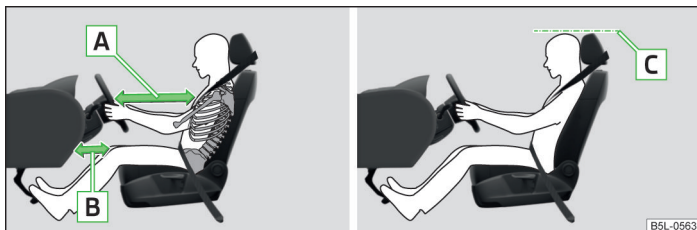

Fig. 135 Posición de asiento correcta del conductor / ajuste correcto del reposacabezas
- Ajuste el volante de tal modo que la distancia entre el volante y el esternón sea, como mínimo, de 25 cm - -A» fig. 135 y entre las piernas y el tablero de instrumentos en la zona del airbag de rodillas, sea de 10 cm **[B]**.
- Ajuste el reposacabezas de tal modo que el borde superior del mismo se encuentre de ser posible a la misma altura que la parte superior de su cabeza **[C]** » fig. 135 de la página 173.
- Ajuste el reposacabezas de tal modo que el borde superior del mismo se encuentre de ser posible a la misma altura que la parte superior de la cabeza  » fig. 135 de la página 173.